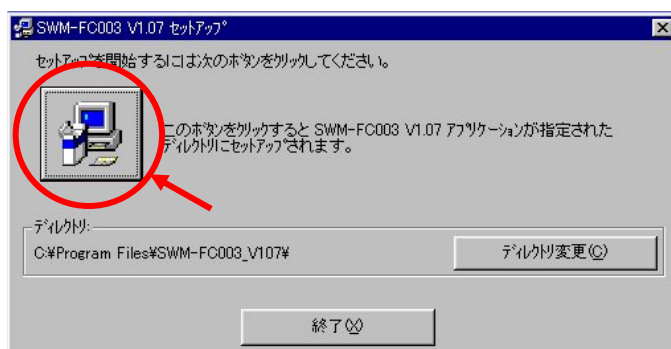

図1.2-8
- (8) インストール先のドライブ名とフォルダ (ディレクトリ) 名を確認してください。(図1.2-8)